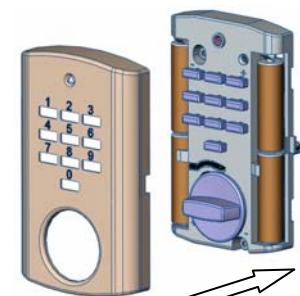

Bild 10
13. Stecken Sie die Abdeckkappe über den Grundkörper und lassen ihn mit leichtem Druck einschnappen (Bild 10).